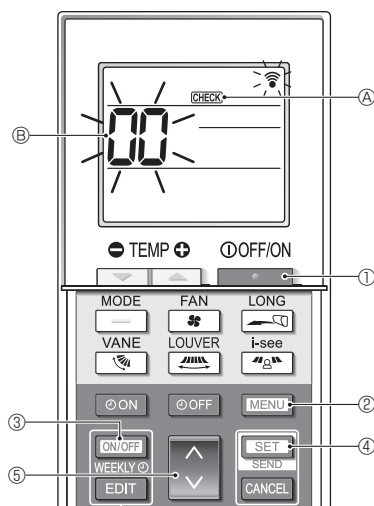

Fig. 7-6
■ Өзіндік тексеру (Fig. 7-6)
- Кондиционерді тоқтату үшін [ON/OFF WEEKLY] түймесін ① басыңыз.
- Егер апталық таймер қосылса ([WEEKLY] қосулы), [ON/OFF WEEKLY] оны өшіру үшін түймесін ③ басыңыз ([WEEKLY] өшірулі).
- [MENU] түймесін ②-5 секундқа басыңыз.
- [CHECK] ④ қосылып, құрылғы өзіндік тексеру режиміне ауысады.
- Өзіндік тексеруді орындау қажет ішкі блоктың суық агент мекенжайын (M-NET мекенжайы) ⑥ таңдау үшін [] түймесін ⑤ басыңыз.
- [SET] түймесін ④ басыңыз.
- [] түймесін ① басыңыз.
- [CHECK] ④ және суық агент мекенжайы (M-NET мекенжайы) ⑥ өшеді және өзіндік тексеру аяқталады.